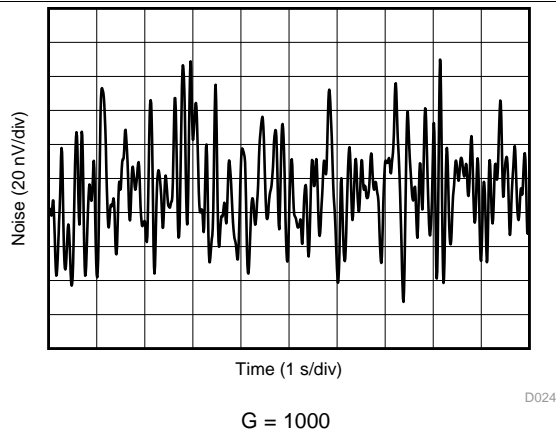

图 25. 0.1-Hz to 10-Hz RTI Voltage Noise, G = 1000
0.1-Hz to 10-Hz RTI Voltage Noise, $G = 1000$	<a href="#">图 25</a>